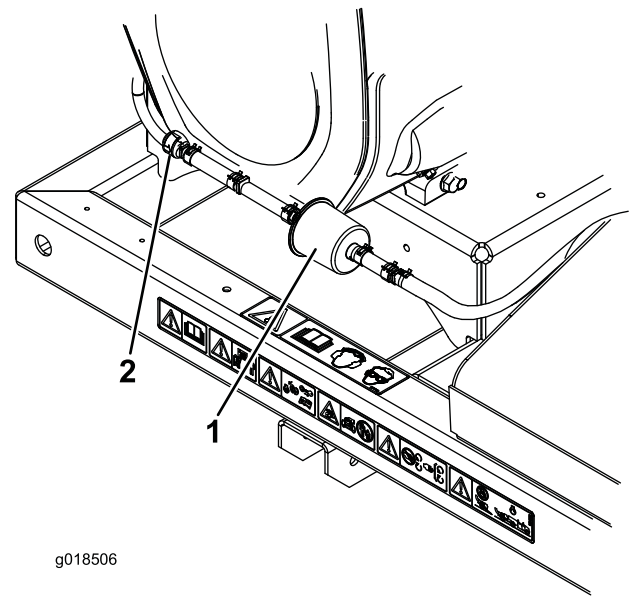

Figura 14
2. Aleje del filtro las abrazaderas de muelle de ambos lados del filtro del tubo de purga del cartucho de carbón (Figura 14).
3. Retire y deseche el filtro de carbón (Figura 14).
4. Instale un filtro nuevo en el tubo con la flecha del filtro apuntando hacia la válvula de retención, y sujételo con las abrazaderas (Figura 14).